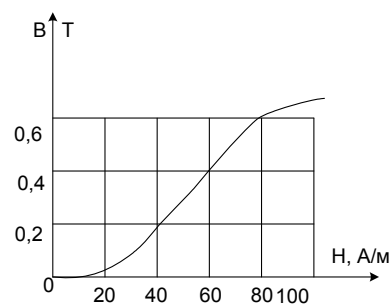

Рисунок 4.4 – До визначення магнітної проникності технічного заліза
4.2.73 За основною кривою намагнічування технічного заліза, наведеною на рис. 4.4, визначте максимальні статичну та динамічну проникності.